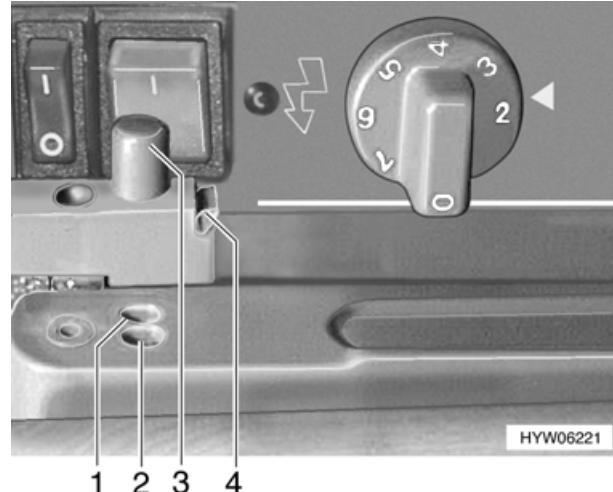

Bild 94 Verriegelung der Kühlschranktür (Variante 1)
- Mit seitlichem Druck gegen den grünen Sicherungskeil (Bild 94,4) die Arretierung lösen. Der Verschlussbolzen (Bild 94,3) springt heraus.
- Verschlussbolzen (Bild 94,3) eindrücken, so dass er in die äußere Raststellung (Bild 94,2) einrastet.
- Verschlussbolzen (Bild 94,3) eindrücken, so dass er in die innere Raststellung (Bild 94,1) einrastet. Die Kühlschranktür bleibt damit leicht geöffnet.